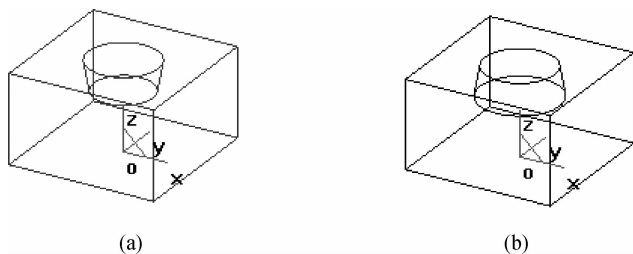

图 3-8 增加拉伸除料时的拔模斜度
■ 增加拔模斜度: 使拉伸除料的实体带有锥度, 如图 3-8(a) 所示。
(1) 角度。角度是指拉伸除料拔模时母线与中心线的夹角。
(2) 向外拔模。向外拔模是指在与默认方向相反的方向进行拉伸除料拔模, 如图 3-8(b) 所示。